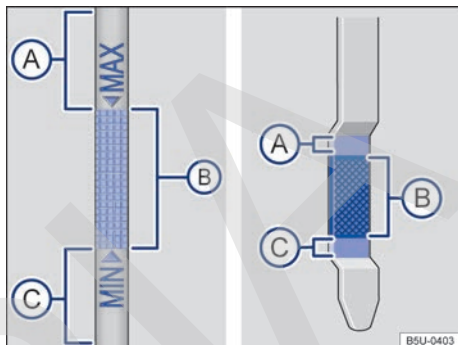

Fig. 167 Varilla de medición del aceite con marca de nivel de aceite del motor.
7. Extraiga nuevamente la varilla de medición del aceite y lea el nivel del aceite del motor en la varilla → fig. 167 de la siguiente manera:
13. Una vez finalizado el proceso de la reposición de aceite, el nivel del aceite del motor debe estar, al menos, en el medio del nivel → fig. 167 , pero jamás por encima del nivel  → .
- No ponga el motor en marcha si el nivel de aceite del motor está por encima del nivel → fig. 167 . Buscar auxilio técnico especializado. De lo contrario, ¡pueden dañarse el catalizador y el motor!
El nivel del aceite del motor no debe sobrepasar de ninguna manera el nivel → **fig. 167 A**. Con el nivel por encima de esta zona, el aceite puede ser aspirado por la ventilación del cárter, ser despedido a la atmósfera a través del sistema de escape. Además, el aceite puede quemarse en el interior del catalizador, dañándolo.
En caso de alta demanda del motor, el nivel del aceite del motor debe estar lo más cerca posible del nivel → **fig. 167 A** – sin sobrepasarse, como por ejemplo, en viajes largos en carreteras durante el verano o durante travesías de montañas.